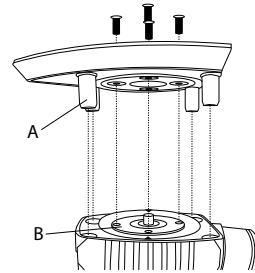

Abbildung 1
- ▶ Montieren Sie jetzt die gewünschte Schleifplatte. Stellen Sie sicher, dass die Befestigungsplatte B zu der Schleifplatte ausgerichtet ist. Die Gewindebohrungen der Befestigungsplatte B müssen zu den entsprechenden Löchern der jeweiligen Schleifplatte ausgerichtet sein. Die Kunststoffstifte A **13** (nur Schleifplatte **7** und **9**) zu den Löchern im Gerät (siehe Abb. 1).